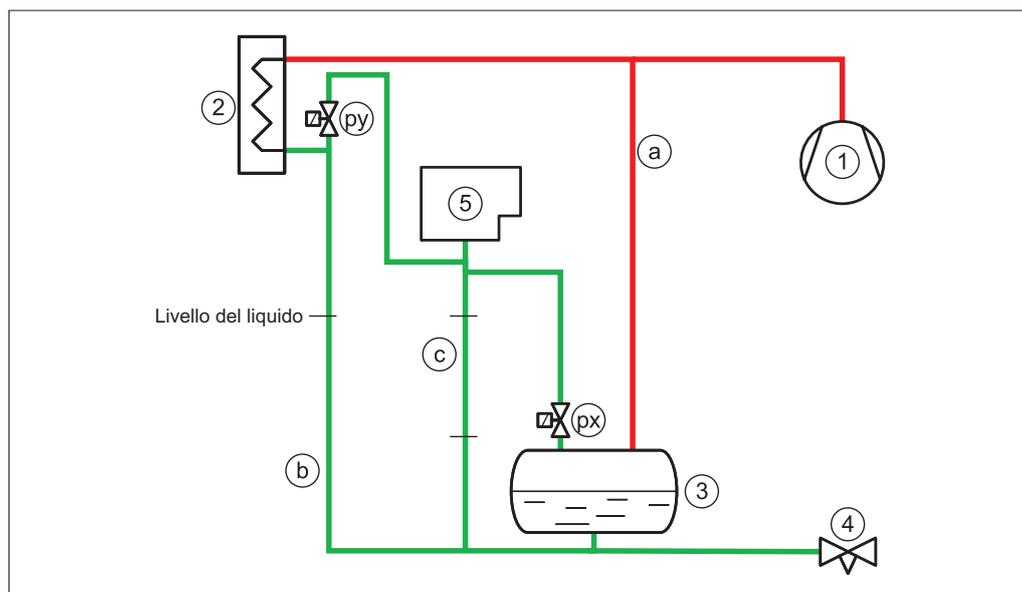
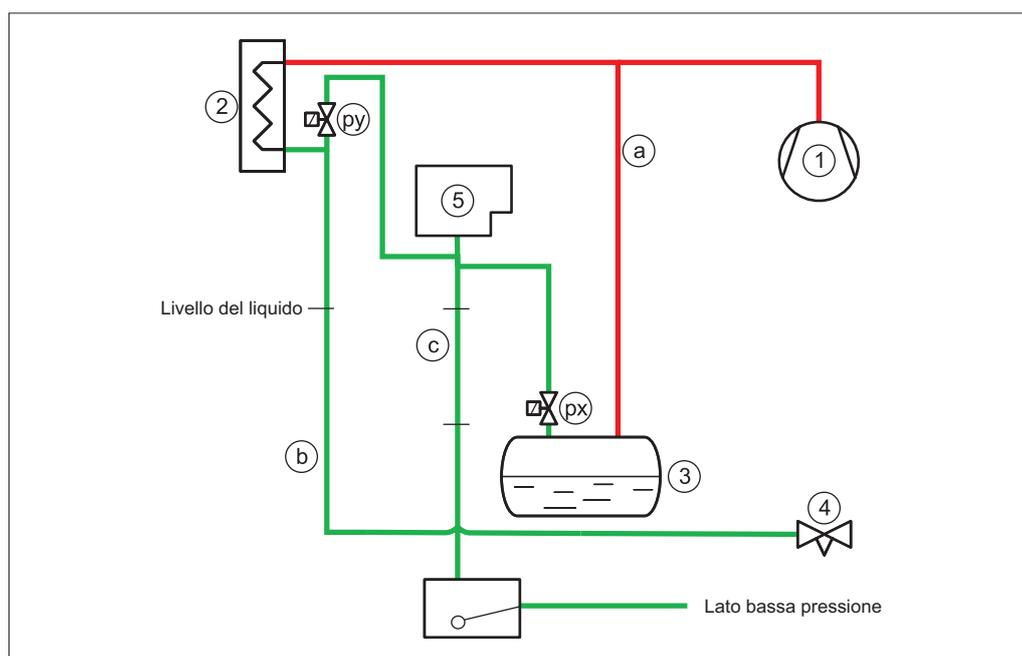

Fig. 6 Connessioni valvola spurgo aria (px) e (py). Le tubature di scarico (c) devono essere verticali/inclinazione verso il basso
Fig. 7 Connessioni valvola spurgo aria (px) e (py). Le tubature di scarico (c) devono essere verticali/inclinazione verso il basso
I punti corretti per il collegamento del purger all'impianto ad ammoniaca sono: (vedere Fig. 6 e Fig. 7)
In alternativa, lo scarico del liquido della valvola spurgo aria può essere ottenuto in maniera efficiente tramite una valvola a galleggiante HP (6) sul lato bassa pressione (vedere Fig. 7).